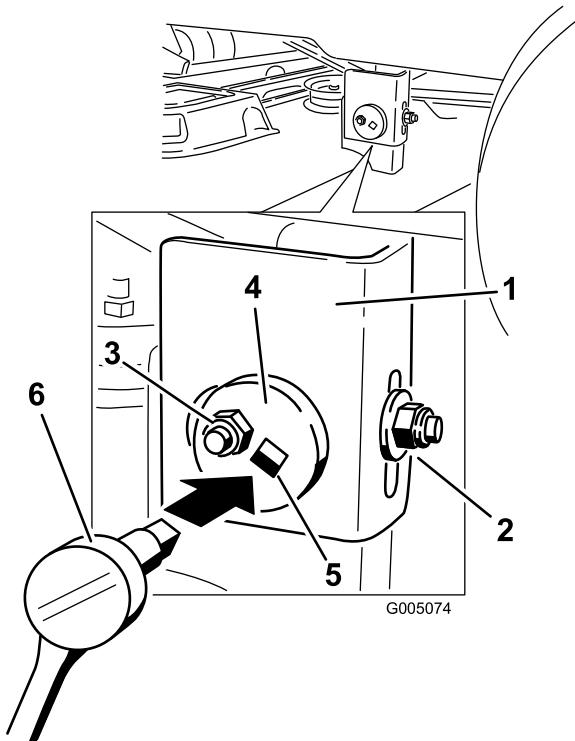

Figura 37
- Vaya al lado izquierdo de la máquina. Afloje, pero no retire, la tuerca de bloqueo trasera de la pletina de suspensión (Figura 37).
- Afloje la tuerca de bloqueo lateral de la pletina de suspensión lo suficiente para poder ajustar la placa excéntrica (Figura 37).
- Cuando la carcasa esté en la posición deseada, apriete la tuerca de bloqueo lateral de la pletina de suspensión para fijar la posición nueva (Figura 37).